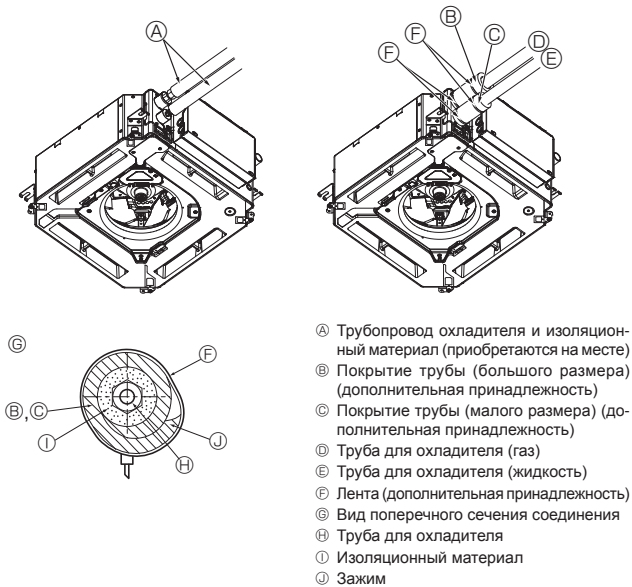

Fig. 5-8
5.5. Соединение труб (Fig. 5-8)